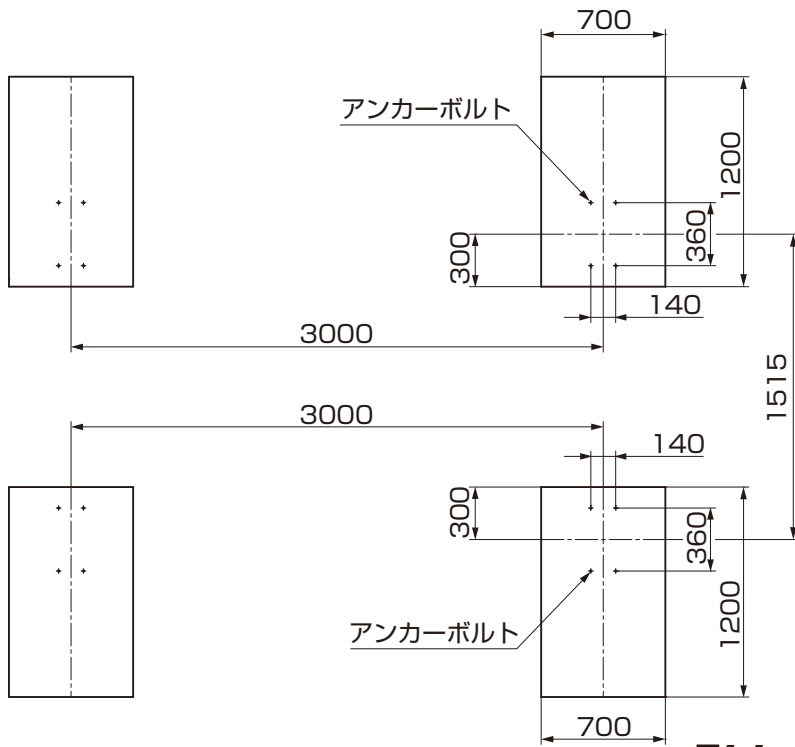

図1-1
- (図1-1)は、弊社推奨のLEDライト取付け位置です。
- ①柱に下穴をあけてください。(図1-1参照)
- ②ピクト取付金具を柱に【9-1】で取付けてください。
- ③ピクト板をピクト取付金具に【9-2】で取付けてください。